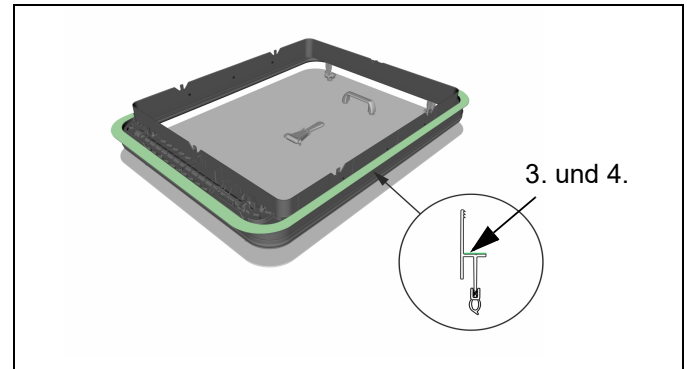

Abb. 3 Vorbereitung Klebefläche Luke
2. Klebefläche (in Abb. 3 grün markiert) im gesamten Umfang leicht mit Sandpapier Körnung 600 oder gleichwertig anschleifen.